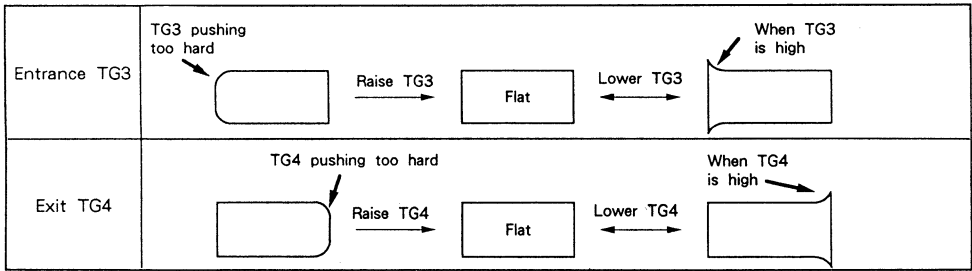

Abb. 2.39
- 2) Vergewissern Sie sich, daß das Signal flach verläuft. Wenn dies nicht der Fall ist, führen Sie eine Feineinstellung der Höhe von TG3 und TG4 durch, um den Verlauf flach zu machen (siehe Abb. 2.39).